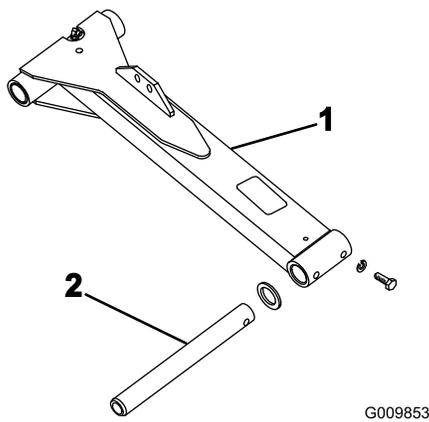

Figura 5
1. Inserte una varilla de pivote en el brazo de elevación izquierdo y alinee los taladros de montaje (Figura 5).